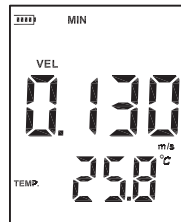

图8
- (2)测风速最小值时，LCD屏幕上方显示“MIN”字样，如图8：